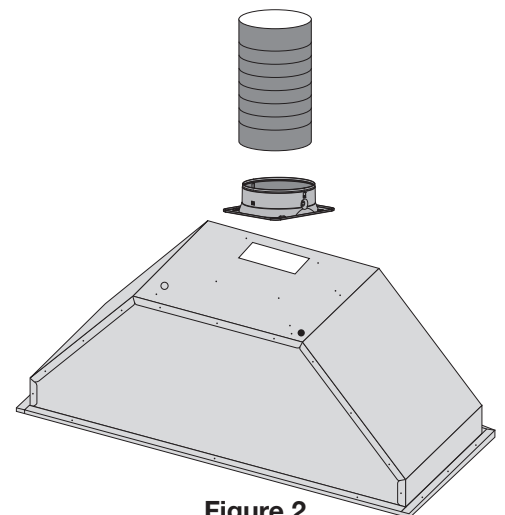

Figure 2
- Fixez l'évent / amortisseur sur le dessus du ventilateur. (Voir figure 2)